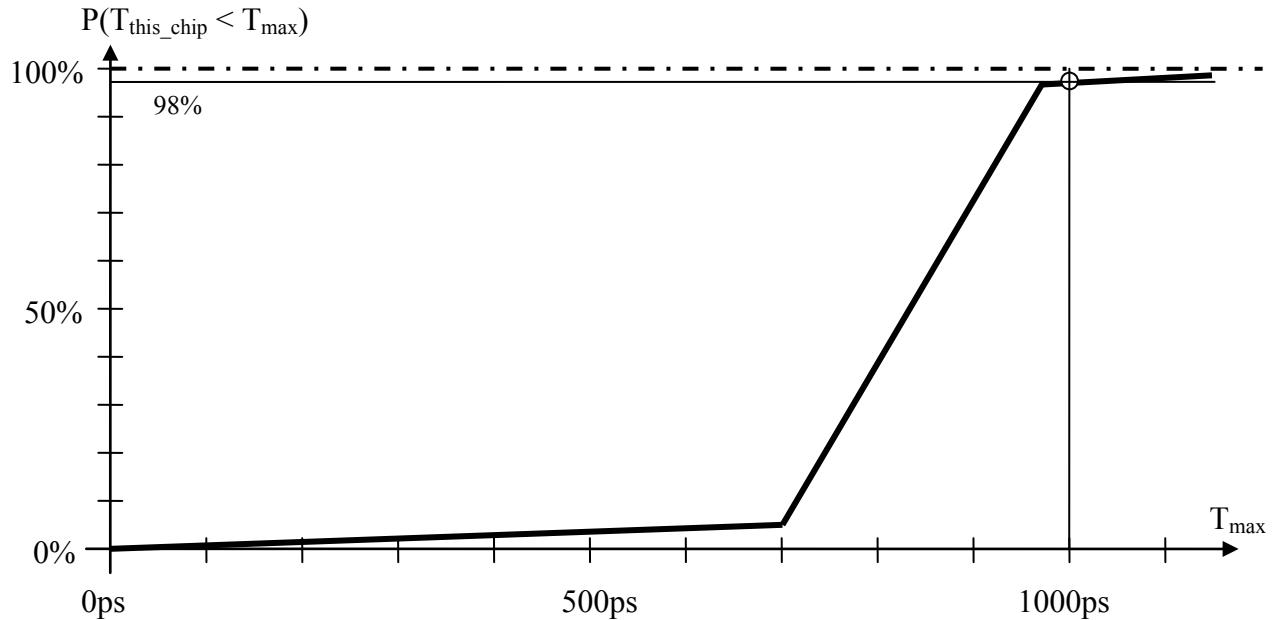

Abbildung 3.1
Gegeben sei ein CPU-Chip, der nominal bei 5V Versorgungsspannung, 25°C Umgebungs-temperatur und 1GHz arbeitet und dabei eine Die-Temperatur von 85°C erreicht. Abbildung 3.1 zeigt eine Näherung für die (kumulative) statistische Verteilung des Delays im kritischen Pfad, wie sie vom Hersteller ermittelt wurde. Wie man erkennt, ist das Design so ausgelegt, dass trotz der fertigungsbedingten Variationen 98% der gefertigten Chips funktionieren. Bei den restlichen 2% seien die Delays im kritischen Pfad (inklusive Setup/hold time) größer als die Periodendauer von 1000ps, sodass Probleme beim Timing auftreten. Diese Chips wurden beim Test ausgeschieden.
- (a) Würde man den Chip um 25% höher takten – wie groß wäre dann der zulässige Delay? Wie hoch wäre damit nach Abbildung 3.1 der Prozentsatz der auszuscheidenden Chips?